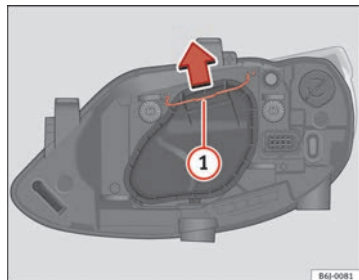

Fig. 148 Anabbagliante e abbagliante faro singolo
- Far scorrere il tirante ⇒ fig. 148 ① nel senso della freccia e sfilare la chiusura.